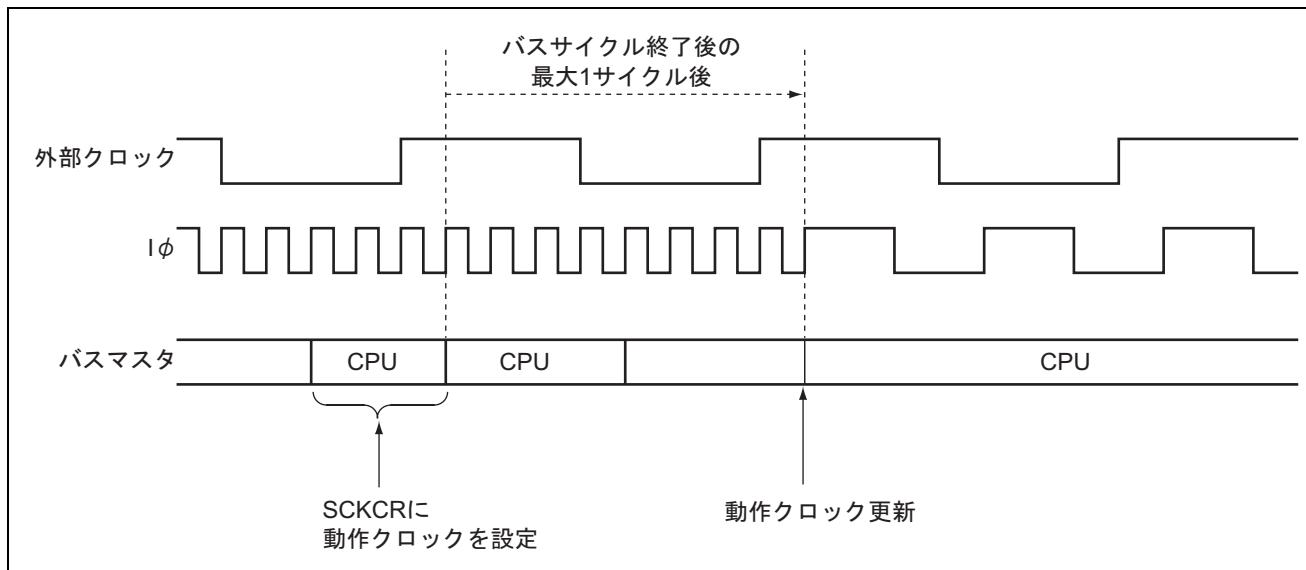

図 24.6 クロック変更タイミング
5. 図24.6にクロック変更タイミングを示します。SCKCRに値をライトした後、現在実行しているバスサイクル終了を待ちます。そのバスサイクル終了後、外部入力クロック $\phi$ に対して最大1サイクル後に各クロックの周波数が変更されます。